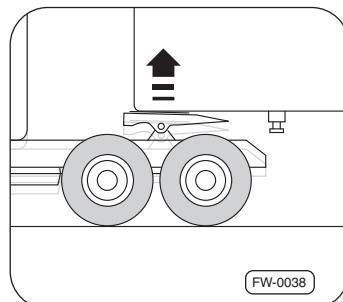

Fig. 12 · Soulever la suspension pneumatique
7. Soulever la sellette d'attelage au moyen de la suspension pneumatique, jusqu'à ce que la plaque de remorque soit légèrement soulevée ⇒Fig. 12.